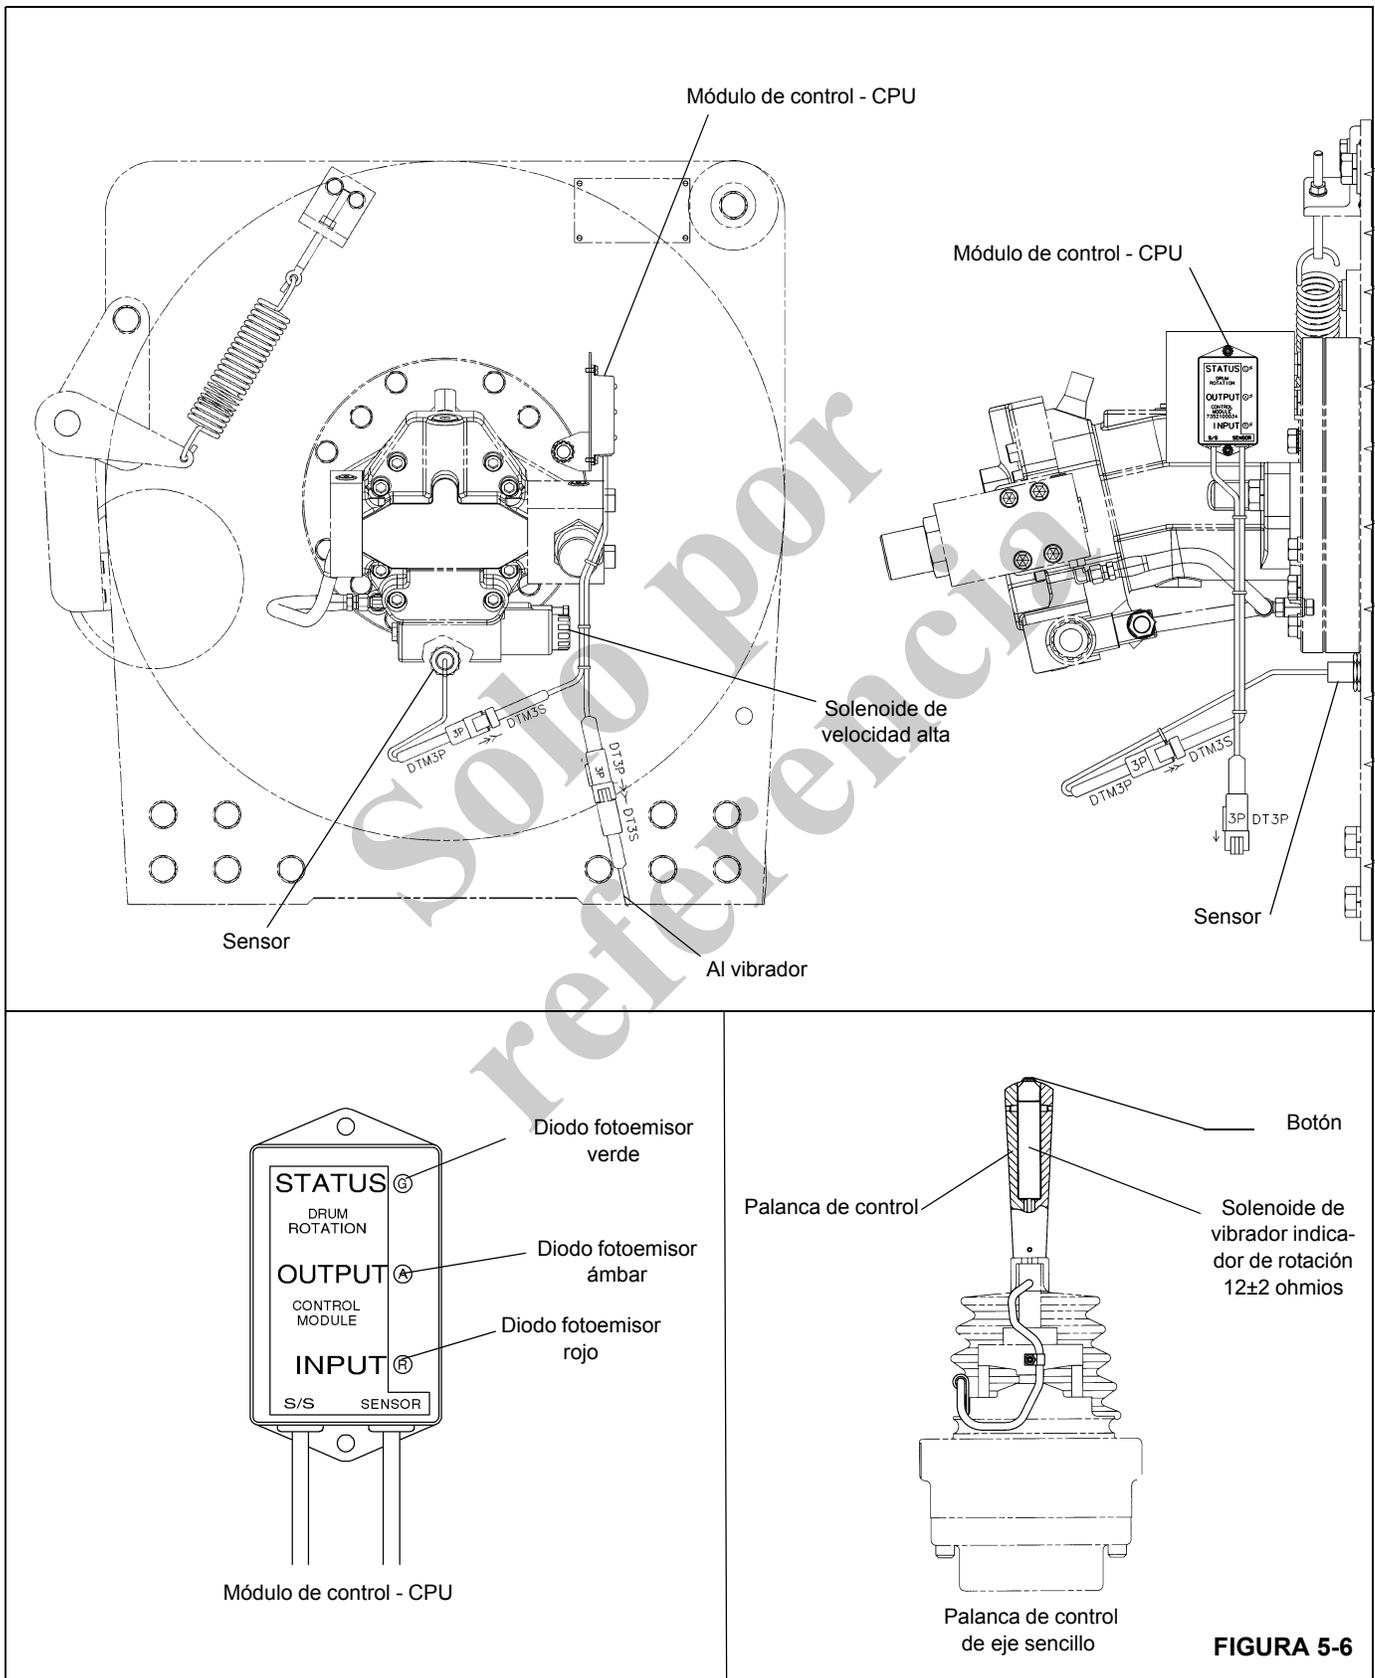

FIGURA 5-6
El sistema indicador de rotación tiene tres componentes eléctricos independientes: el sensor del indicador de rotación, el módulo de control del indicador de rotación del tambor (CPU) y el solenoide del vibrador. El sensor de rotación y el módulo de control (CPU) se encuentran en el malacate. El solenoide de pulsación del vibrador se encuentra en la palanca de control del malacate correspondiente (Figura 5-6).
El sensor de rotación está atornillado en la escuadra terminal de soporte que sujeta el motor hidráulico (Figura 5-5) (Figura 5-6). Detecta la rotación del tambor. Al instalar el
5. Quite la holgura de las cadenas de elevación (Figura 5-6) y levante el contrapeso justo lo suficiente para quitar la presión de los pasadores izquierdo y derecho del contrapeso.